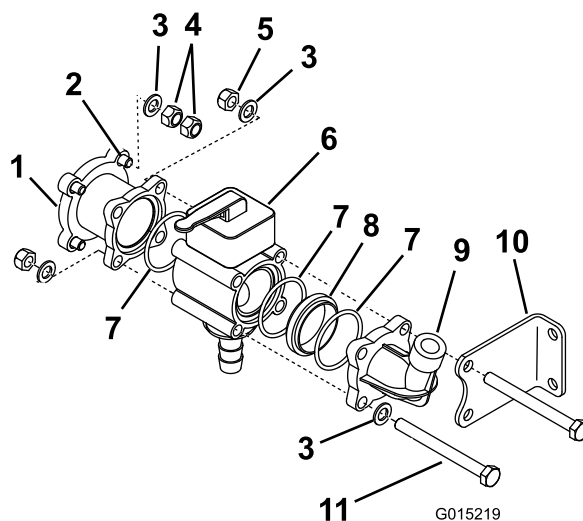

Figure 7
- Montez l'adaptateur réducteur (pris dans les pièces détachées) sur les tiges filetées (Figure 7).
- Placez une rondelle et 2 écrous de blocage sur le bout droit de chacune des 4 tiges filetées pour fixer l'adaptateur réducteur à l'ensemble vanne de dérivation de rampe (Figure 7).
13. Préassemblez le collecteur de vanne manuelle en utilisant la vanne manuelle, un joint torique, un adaptateur (pris dans les pièces détachées), un joint torique et le chapeau de raccord coudé retirés précédemment (Figure 7).
14. Glissez les rondelles et les boulons dans les 2 trous avant (à l'opposé du support) du collecteur de vanne manuelle préassemblé pour les fixer ensemble (Figure 7).
15. Montez la vanne manuelle avec 2 des rondelles et boulons nécessaires, et placez, sans serrer, une rondelle et un contre-écrou à l'autre extrémité de chaque tige (Figure 7).